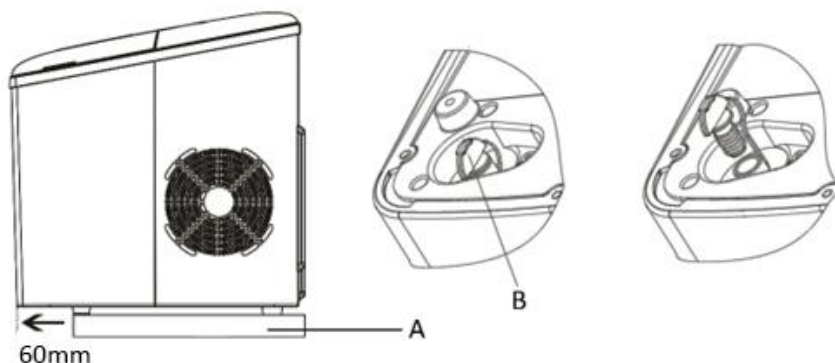

Fig. 4
Breng het apparaat ongeveer 60 mm op een aanrecht naar voren (A) en verwijder de afvoerplug (B) om overtollig water af te voeren. U kunt een houder gebruiken om het overtollig water op te vangen. Breng de afvoerplug vervolgens opnieuw stevig op zijn plaats aan. (Fig. 4)